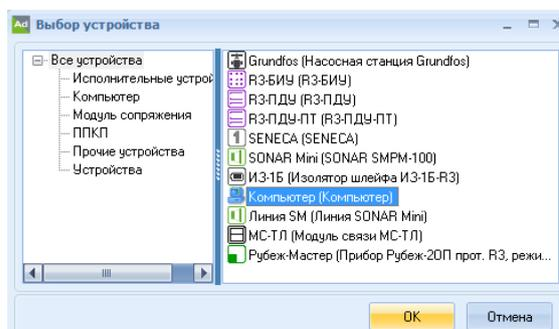

Рисунок 17.6 – Окно «Выбор устройства»
– **Новое устройство**, позволяет добавить в список новое устройство, отсутствующее в списке. При этом открывается диалоговое окно, в котором следует выбрать устройство и нажать кнопку ОК (рисунок 17.6).